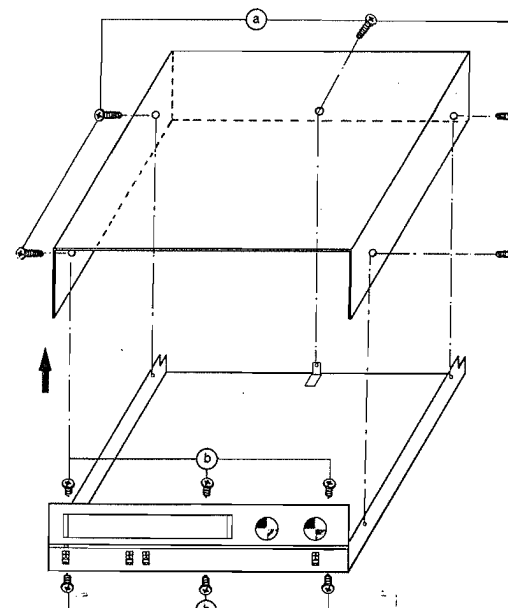

Abb. 1
- Gehäuseoberteil nach oben abheben (Abb. 1).
- Die Schrauben (b) herausdrehen (Abb. 1).